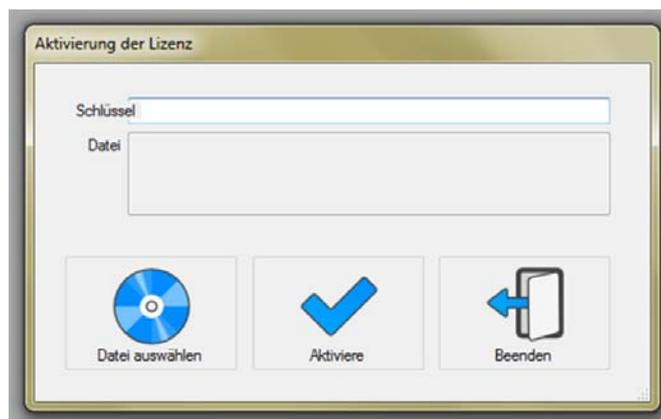

Abb. 7 Fenster der Lizenzaktivierung.
SCHRITT 1. Um die Vollversion des Programms EtLog zu starten, muss man in dem Hauptmenü die Option **Datei\Lizenz aktivieren** auswählen und anschließend wird der früher übermittelte Schlüssel in dem Dialogfenster (Abb. 7) in das Feld "Schlüssel" eingetragen oder eingefügt (Ctrl+C, Ctrl+V).